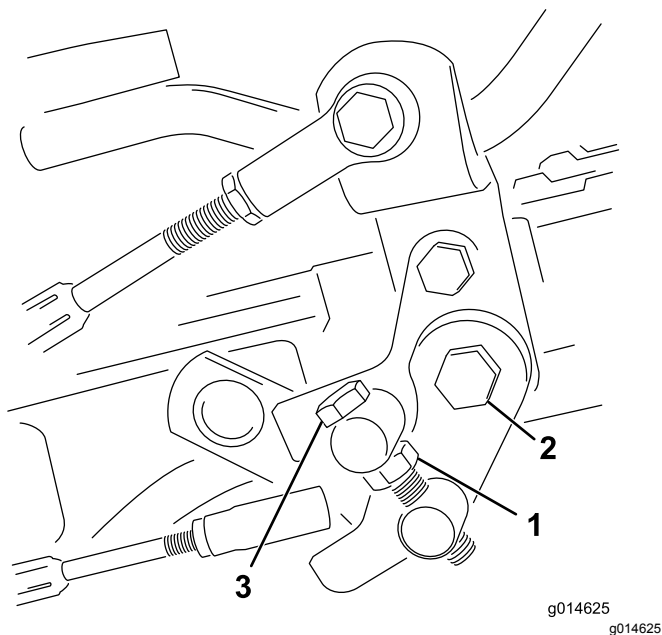

Figura 33
1. Liberte a porca de retenção do parafuso do eixo (Figura 33).
4. Aperte a porca de retenção no parafuso do eixo e a porca na articulação do pedal para bloquear o ajuste (Figura 33). Verifique o ajuste e ajuste se for necessário.